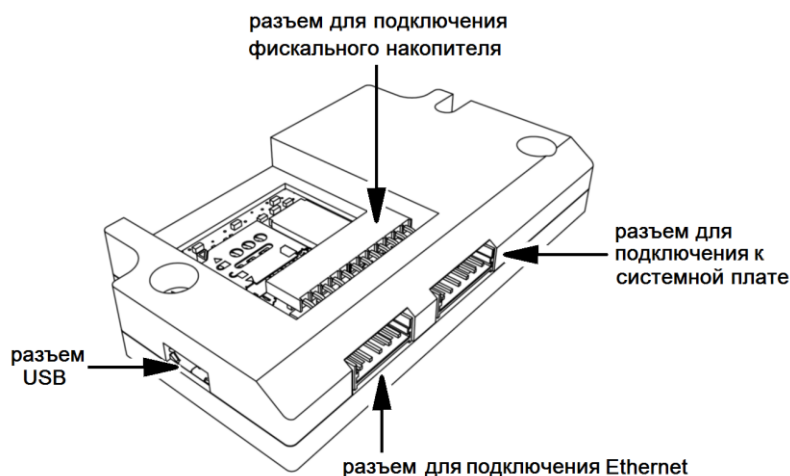

Рисунок 23 Устройство модернизации
4. Элементы правого и левого рычагов замка крышки (см. Рис. 23, позиция А).
5. Трущиеся поверхности правого и левого поджимных рычагов (см. Рис. 23, позиции Б, В и Г).